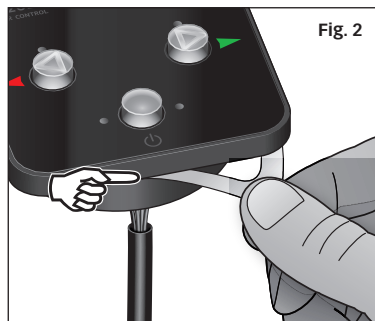

Fig. 2
- (Fig. 2) Staccare la carta protettiva dalla guarnizione adesiva evitando di toccare la parte adesiva con le dita;